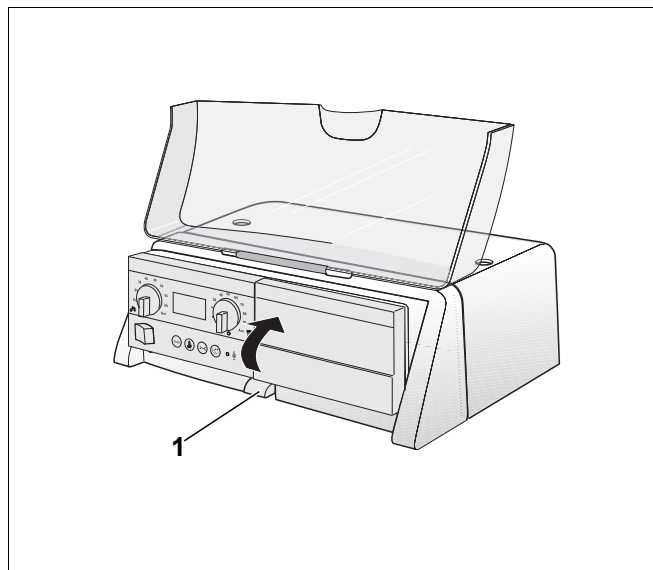

Рис. 11 Установка панели главного регулятора
- Нажать вниз средние крюки (рис. 11, поз. 1) на креплении главного регулятора.